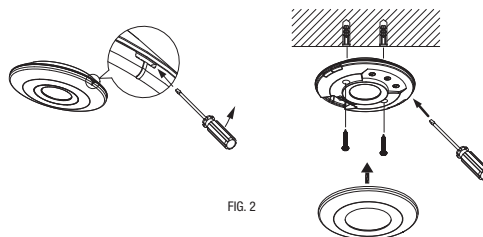

FIG. 2
2. Con l'ausilio di un cacciavite a taglio fare leva nella gola tra il corpo ed il coperchio e rimuovere il coperchio come indicato in fig.2.
4. Fissare la base utilizzando i tasselli e le viti fornite in dotazione (fig.2)